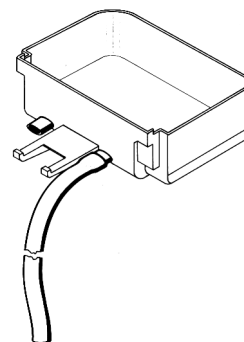

figura 1
- 7 - El cajón recoge-gotas está provisto de dos uniones de desagüe con diafragma. En el caso en que se quiera vaciar de continuo el cajón, perforar el diafragma (por ejemplo empleando un destornillador) de uno de las dos uniones de desagüe y conectarlo a una tubo de desagüe (ver figura 1).